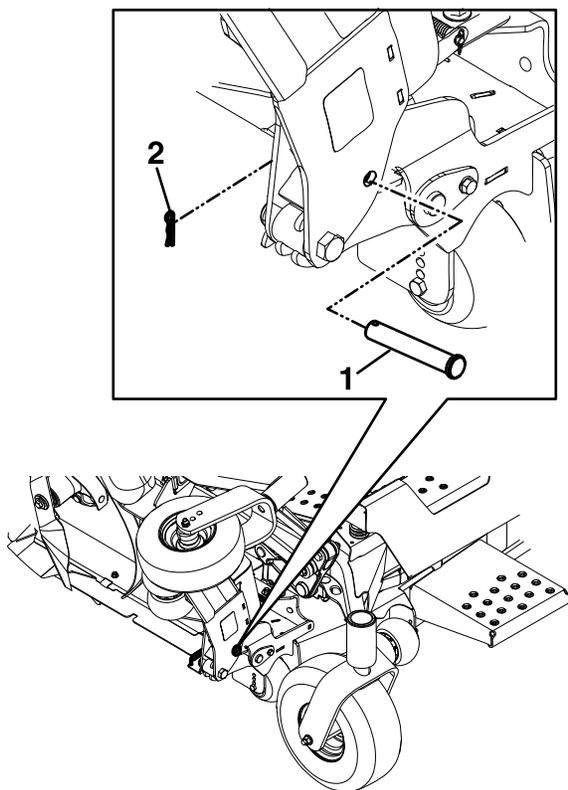

Figura 22
5. Retire el pasador y la chaveta del lugar de almacenamiento y fije cada carcasa lateral en posición vertical (Figura 22).